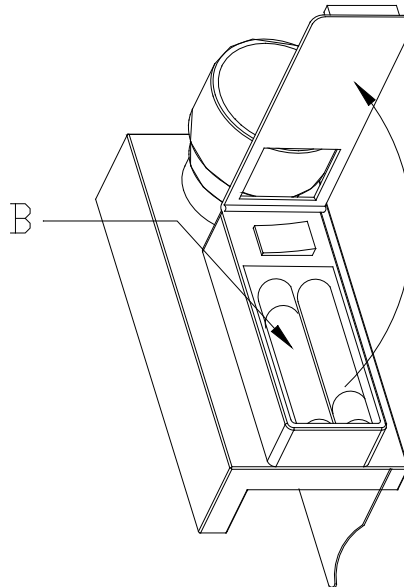

Abbildung 2
Die Ausrichthilfe AY-OS-LSR wird über zwei Batterien mit je 1,5 V versorgt. Verwenden Sie ausschließlich Alkalibatterien. Öffnen Sie die Klappe des Batteriefachs und setzen Sie die Batterien (B) ein. (siehe **Abbildung 2**).